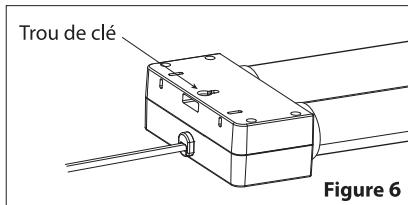

Figure 6
2. Installez le luminaire sur la surface de montage en insérant les trous de clé sur le dessus du luminaire dans les vis de montage (voir la figure 6). Il peut être nécessaire d'ajuster l'étanchéité des vis (Gap D). Assurez-vous que les deux vis maintiennent bien la lampe sur le côté étroit des trous de clé.